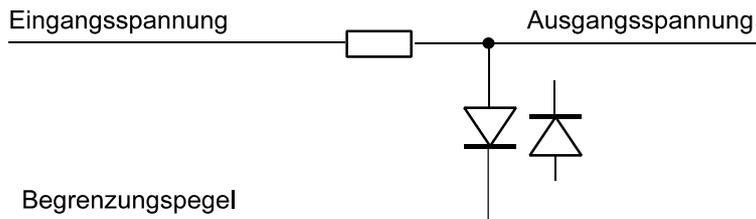

Abb. 3.5 Begrenzer.
- Begrenzer (Abb. 3.5 und 3.6) sollen verhindern, daß bestimmte Pegel überschritten werden.
Strombegrenzung durch Serienwiderstand (wie in den Abb. 3.5 und 3.6 gezeigt) ist nicht immer möglich (Flankenverschleifung). Viele Begrenzerschaltungen sind nur geeignet, kurzzeitige Spitzen abzuleiten (z. B. Überschwinger oder elektrostatische Ladungen). Manche Bauelemente sind eigens für solche Betriebsfälle spezifiziert (Impulsbelastbarkeit). Liegt die Überspannung länger an, sind andere Maßnahmen erforderlich (z. B. Auftrennen des Stromkreises).